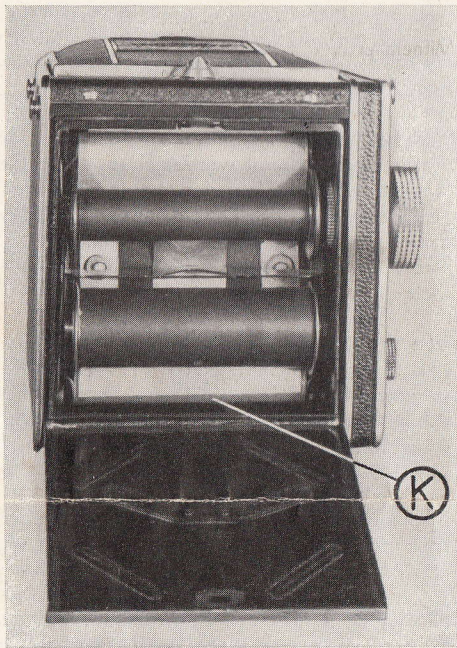

Abb. 5
wirklich transportiert wird. Läuft er einwandfrei, so drehe man so lange weiter, bis unter der »Geberspule« der Anklebstreifen der Filmbahn so eben sichtbar wird (der Pfeil »K« in Abb. 5 zeigt dies). Man stellt dann das Weiterdrehen sofort ein und drückt die Kamerarückwand (KR) wieder fest an das Gehäuse. Das jedoch nicht nur mit einem Finger und in der Mitte, sondern mit beiden Daumen an der oberen Kante der Kamerarückwand (Abb. 6). Dann erfolgt das Einschalten des Filmzählwerkes. Hierzu sind folgende Handgriffe erforderlich: Den Knopf (SF) mit Daumen und Zeigefinger nach links bis zum harten Anschlag drehen und dann den gleichen Knopf kräftig nach oben drücken. Im Filmnummernfenster (FF) erscheint eine Null.